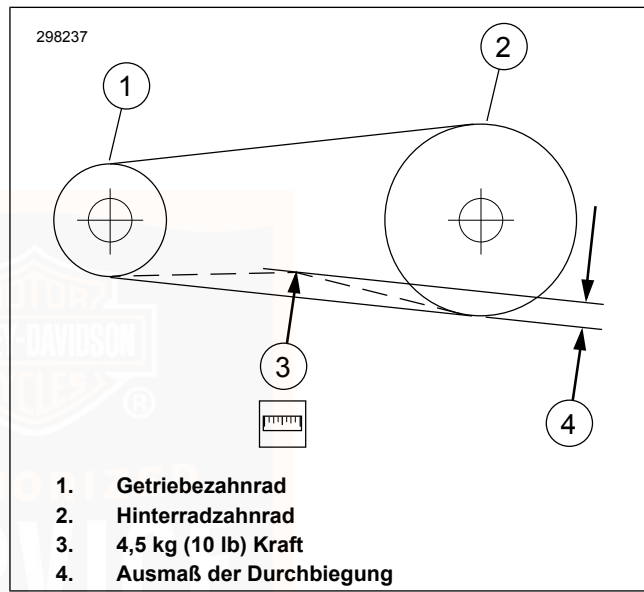

Abbildung 101. Riemendurchbiegung überprüfen
- a. Den O-Ring (4) zur Null-Markierung (3) schieben.
- b. **M o d e l l e m i t Rahmendurchbiegungs-Sichtfenster:** Die Riemenhalterung (2) in einer Linie mit dem Riemendurchbiegungs-Sichtfenster an den unteren Teil des Antriebsriemens anlegen.
- c. **Alle anderen Modelle:** Die Riemenhalterung (2) gegen die Unterseite des Antriebsriemens auf halbem Wege zwischen den Antriebsriemenscheiben anordnen.
- d. Den Knopf (6) nach oben drücken, bis der O-Ring nach unten auf die Markierung 4,54 kg (10 lb) (5) rutscht; dort festhalten.
- a. **Modelle mit Riemendurchbiegungs-Sichtfenster:** Siehe Abbildung 101. Die Riemendurchbiegung durch das Riemendurchbiegungs-Sichtfenster messen und dabei das Prüfgerät ruhig halten. Jede Durchbiegungseinteilung entspricht ungefähr 1,6 mm (1/16 in) .